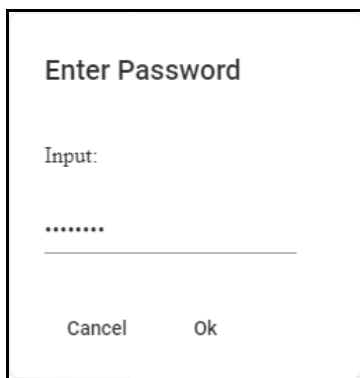

Рис. 5-3 Диалоговое окно «Enter Password» (Ввод пароля)
3. В диалоговом окне **Enter Password** введите пароль и нажмите **Ok** (см. Рис. 5-3 на стр. 74).